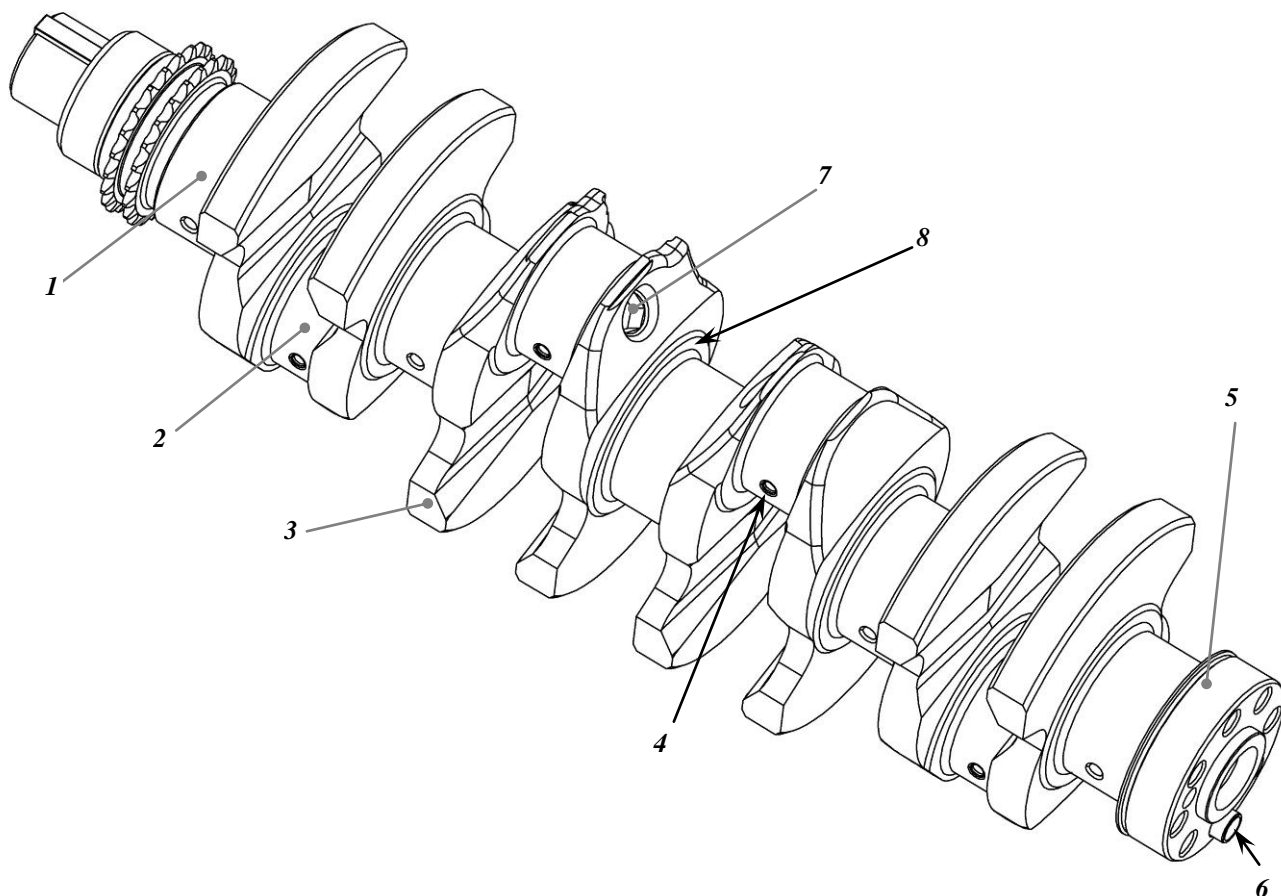

Рис.21. Вал коленчатый в сборе с пробками, установочным штифтом и звездочкой:
**Коленчатый вал** (рис.21) – кованый из легированной хромом, молибденом и ванадием высококачественной стали 42ХМФА, пятиопорный, имеет для разгрузки опор восемь противовесов. Износостойкость рабочих поверхностей шеек коленчатого вала обеспечивается газовым азотированием. Диаметры коренных шеек  $\varnothing 62_{-0,049}^{-0,035}$  мм, шатунных  $\varnothing 56_{-0,039}^{-0,025}$  мм. Ширина шатунных шеек  $30^{+0,1}$  мм, коренных  $34^{+0,3}$  мм, средней коренной  $34^{+0,05}$  мм. Масса коленчатого вала 25 кг.